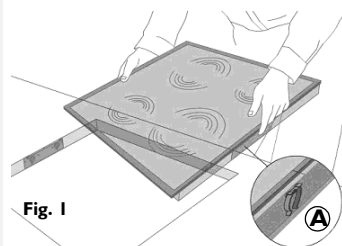

Fig. 1
- Plaats de 4 klemmen (**A**) in hun behuizing op de lijst van de kookplaat, zie afb. 1